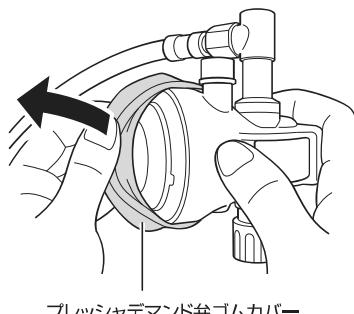

図 11-1 プレッシャーデマンド弁ゴムカバーを外す
1. プレッシャーデマンド弁ゴムカバーをめくる。(図 11-1 参照)